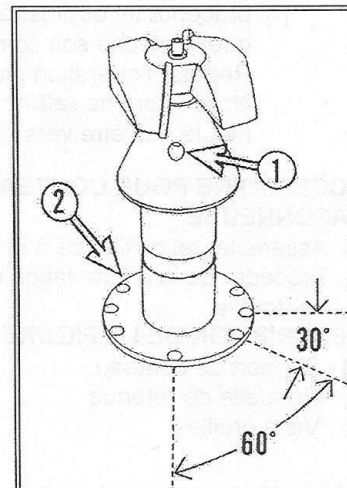

FIGURE 36
- fixer la roulette d'index (Fig.36(2)) pour l'affûtage des mèches à 2, 3 ou 4 lèvres.
- 5) Tourner la mèche jusqu'à ce que la face soit parallèle à la meule diamantée (Fig. 37,38). Serrer la vis de pression (Fig.36(1)).